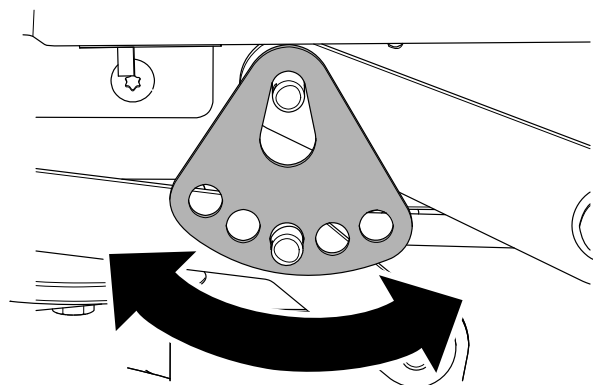

Figure 62
7. Tournez la plaque de hauteur de coupe à un trou différent pour que le poids du tablier de coupe soit soutenu après l'installation de la plaque (Figure 62).
8. Installez la rondelle et la goupille fendue (Figure 62).